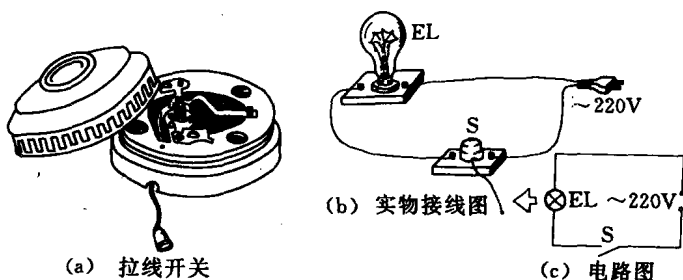

图 1-1-2 简单交流电路
(1) 取一只白炽灯泡、一个插头和一个拉线开关。拉线开关的构造如图 1-1-2(a) 所示。在教师指导下,学生两人一组,一人操作,另一人监护。按图 1-1-2(b)、(c) 连接电路。
(2) 将插头插入室内单相插座,然后拉动开关。